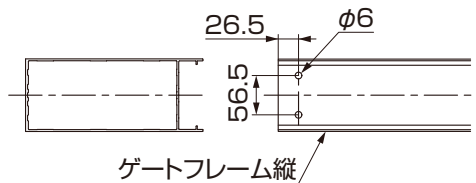

図3-1
- ①ゲートフレーム縦にφ6の穴をあけてください。(図3-1参照)
- ②フレーム端部キャップをフレーム縦に【3-1】で取付けてください。